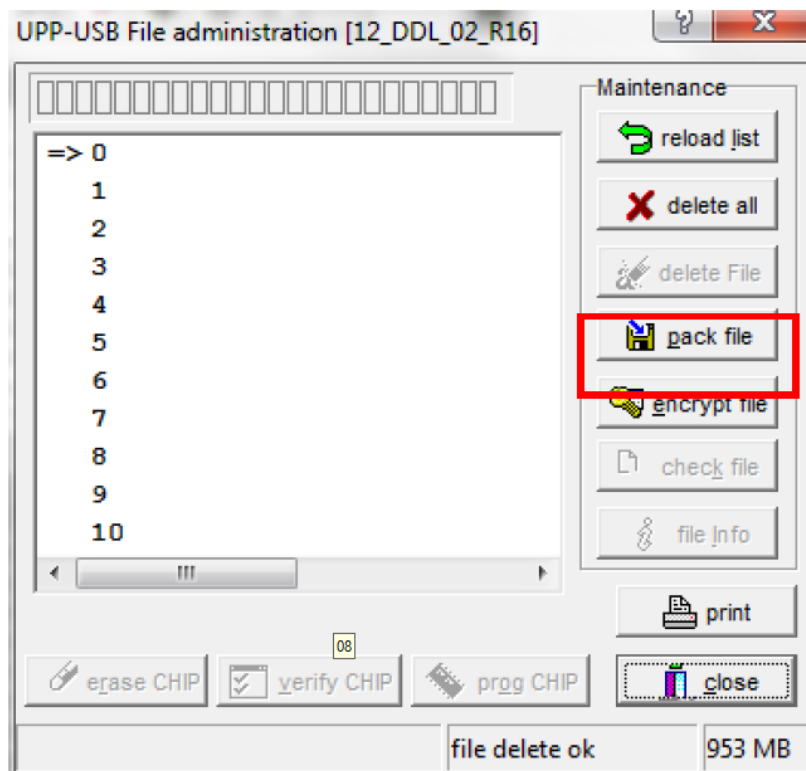

Рисунок 11
1.2.10 Выберите опцию «pack file», нажав на соответствующую кнопку (рисунок 11).